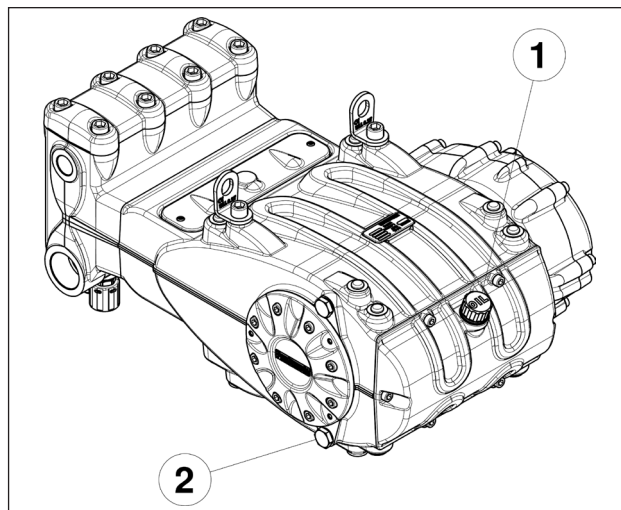

Fig. 3
Controllare il livello dell'olio tramite l'apposito tappo con asta livello olio dotata di tacche di minimo e massimo ①, Fig. 3. Se necessario rabboccare fino a ripristinare il livello.
Il cambio dell'olio va eseguito con pompa a temperatura di lavoro rimuovendo il tappo pos. ②, Fig. 3.